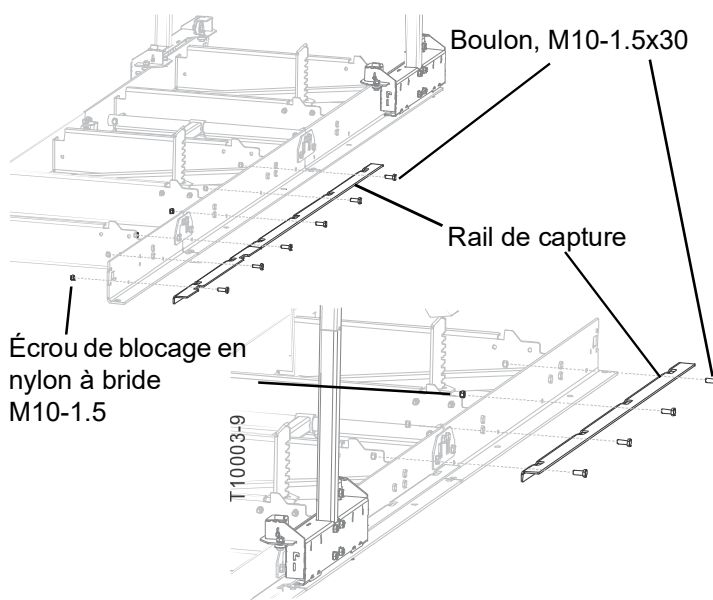

FIG. 3-13
8. Avec la tête de coupe au niveau de la tête du banc (l'une ou l'autre des extrémités peut être désignée comme étant la tête), fixez deux segments inférieurs du rail de prise (Voir FIG. 3-13 .).
9. Déplacez le chariot vers le pied du banc et installez le dernier segment du rail de prise à l'aide des boulons M10-1.5x30. (Voir FIG. 3-13 .)